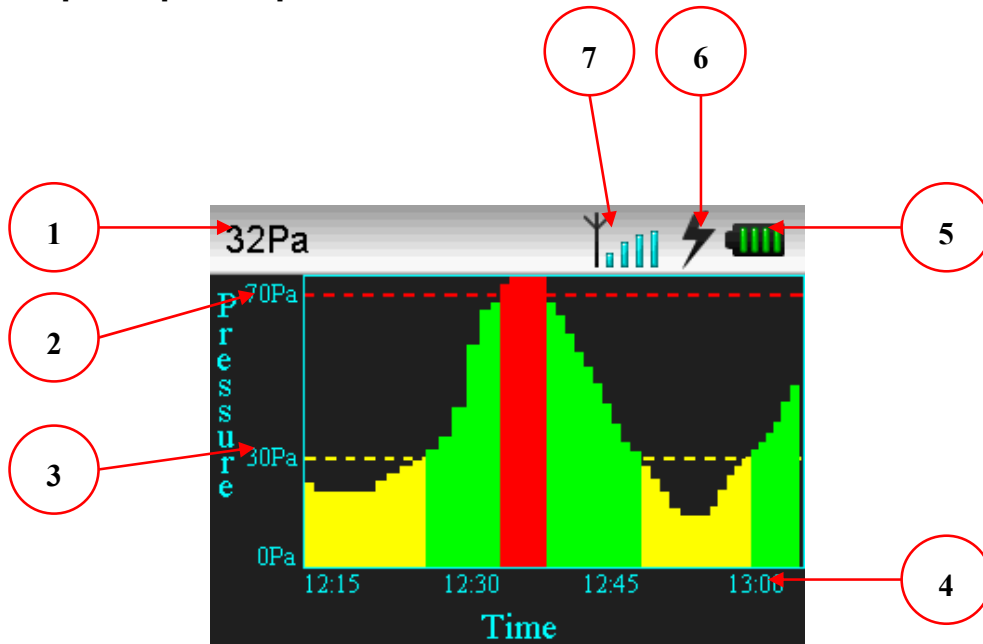

Figure 4 : Écran principal de présentation des résultats
5. Si la pression chute en dessous du niveau d'alarme de faible pression différentielle, l'interrupteur d'alimentation auxiliaire sera activé jusqu'à ce que la pression soit à nouveau supérieure au niveau d'alarme de haute pression différentielle (cf. la figure 4).